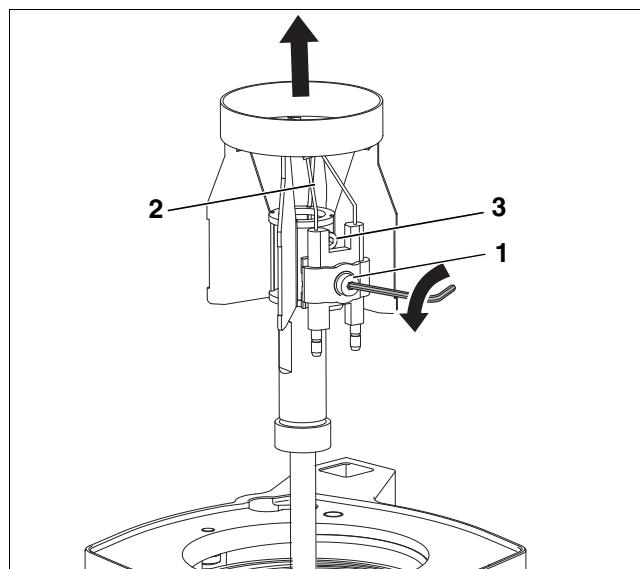
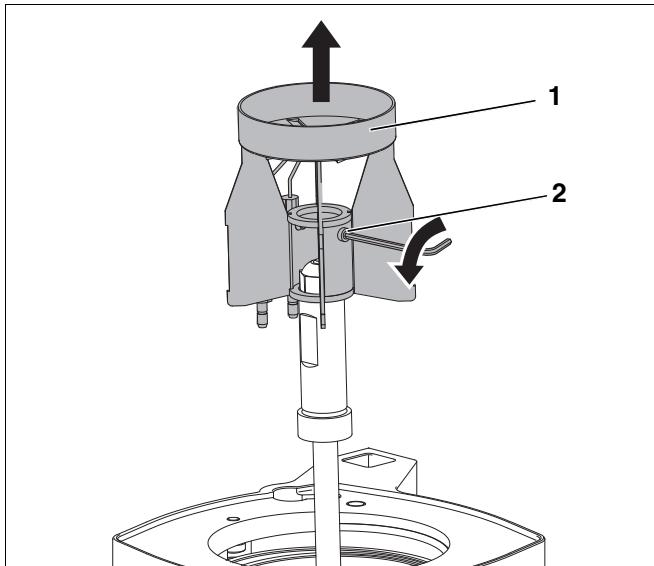
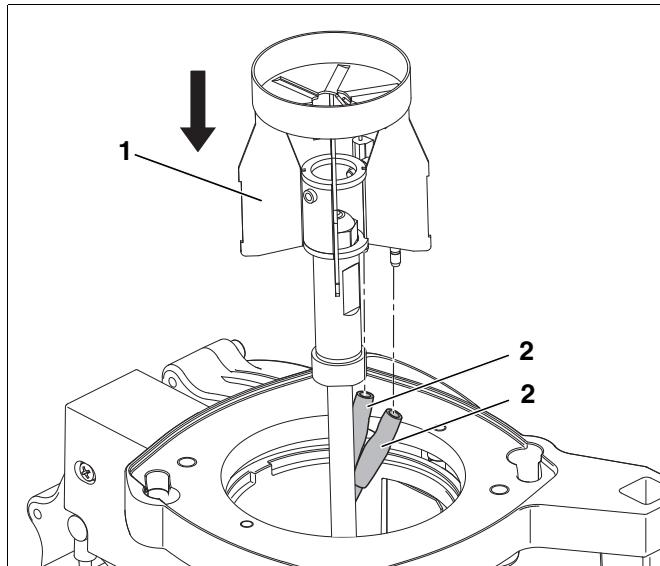

Рис. 26 Замена запальных электродов
Рис. 27 Демонтаж распределительного диска
Рис. 29 Монтаж распределительного диска
На запальных электродах (Рис. 26, поз. 2) не должно быть отложений.
- Отвернуть винт (Рис. 26, поз. 1) между запальными электродами.
- Отсоединить провода (Рис. 29, поз. 2, стр. 31) от запальных электродов.
- Демонтировать запальные электроды (Рис. 26, поз. 2).
- Ослабить установочный винт (Рис. 27, **поз. 2**) и демонтировать распределительный диск (Рис. 27, **поз. 1**).
- Вынуть вверх распределительный диск (Рис. 27, **поз. 1**).
- Установить распределительный диск (Рис. 29, **поз. 1**) и закрепить установочными винтами (Рис. 27, **поз. 2**, стр. 30 и Рис. 26, **поз. 3**, стр. 29).
- Подсоединить провода к запальным электродам (Рис. 29, **поз. 2**).